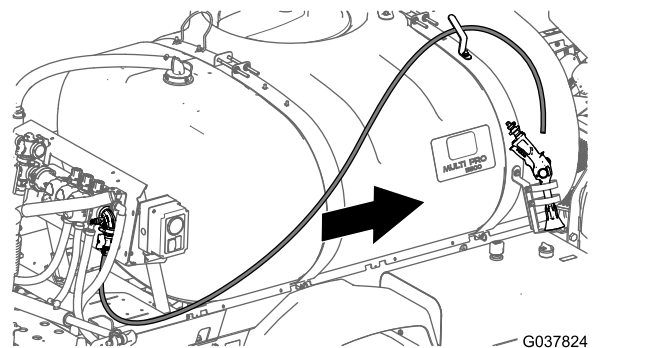

図 95
4. 給液ホースを、車両前方に配設する液剤タンクに沿ってスプレーガンブラケットへ導き、ここで、ケーブルタイ3本を使ってホースをタンクフレームに固定する図95。